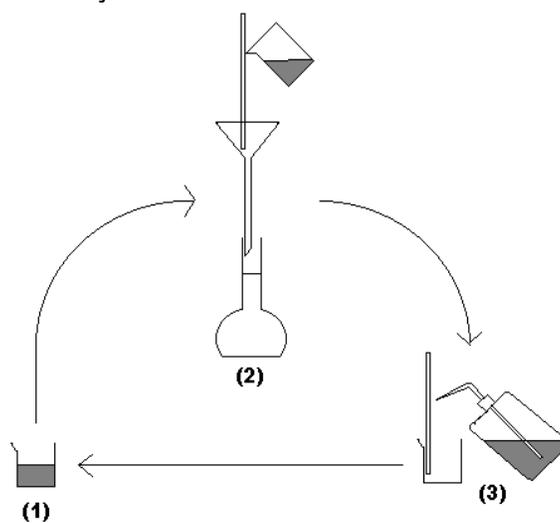

Figura 1: Transferência quantitativa de soluções.
- Transfira quantitativamente (Figura 1) esta solução para balão volumétrico de 100mL. Mantenha a temperatura igual à do ambiente, para resfriar se houver necessidade. Completar com água destilada o